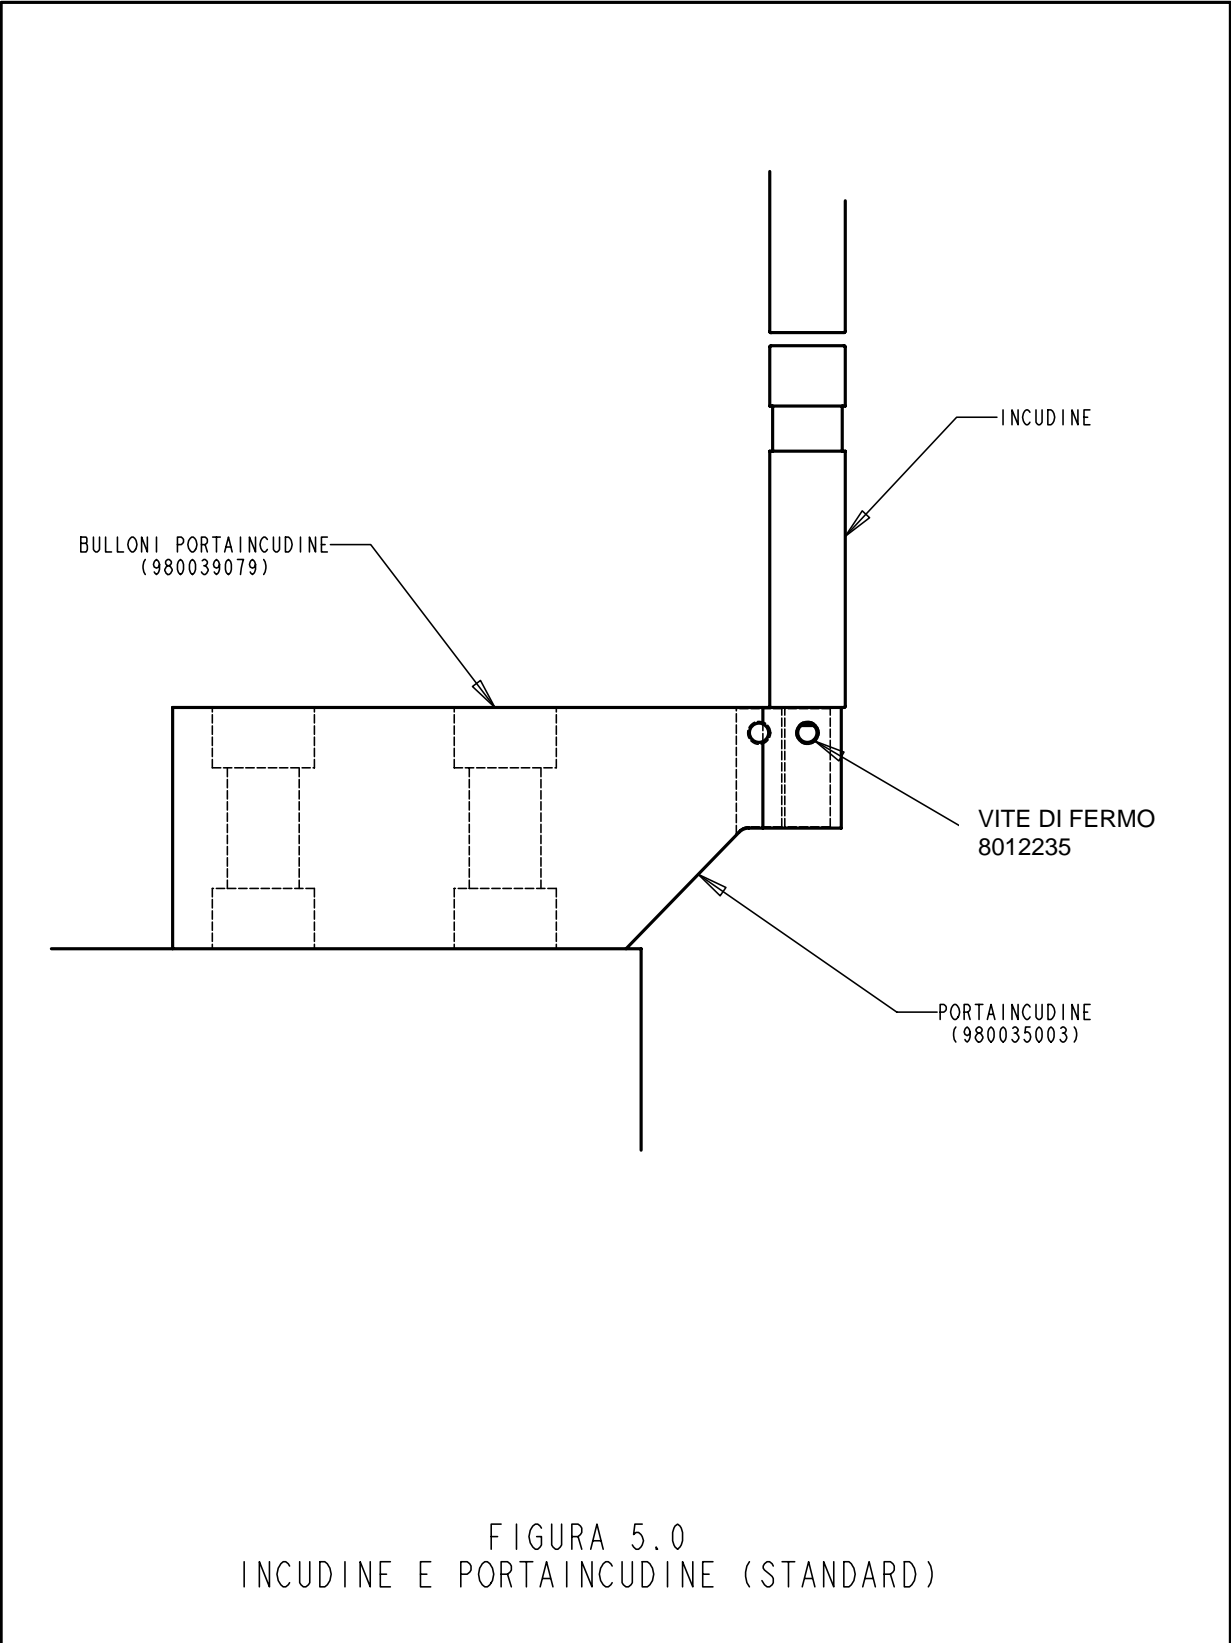

FIGURA 5.0
5. Scollegare l'aria compressa dalla pressa. Controllare l'allineamento dei diametri esterni del punzone e dell'incudine. Se necessario, allineare l'incudine al punzone. Allentare i bulloni del portaincudine, riposizionare il portaincudine e stringere i bulloni applicando una coppia di 136 Nm / 100 piedi libbre (Figura 5.0).